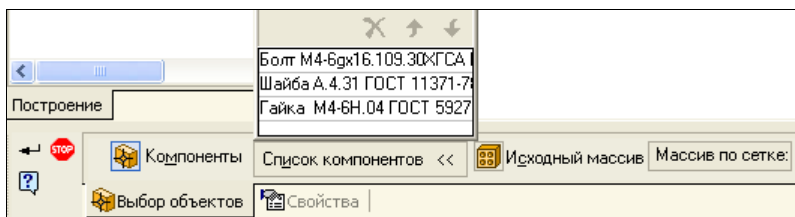

Рис. 25.19. Панель свойств: Массив по образцу
- ◆ нажмите кнопку **Массив по образцу**. Появившаяся Панель свойств: Массив по сетке имеет три вкладки: **Выбор компонентов**, **Параметры** и **Свойства**. На вкладке **Выбор компонентов** (рис. 25.19) нажмите кнопку **Список компонентов**;